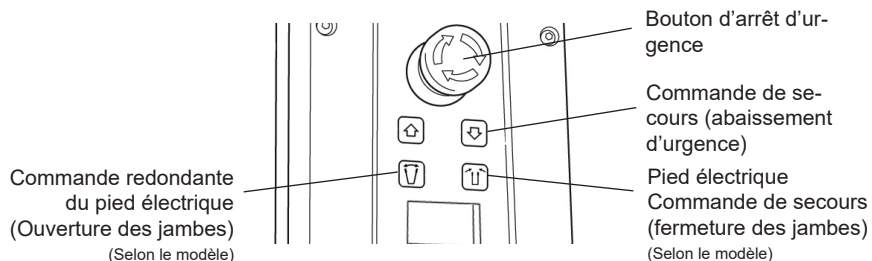

Fig. 8
- Accrochez la batterie au boîtier de commande et tournez le bouton rouge d'arrêt d'urgence sur le boîtier de commande (Fig. 8) dans le sens horaire afin de le sortir (position ON).